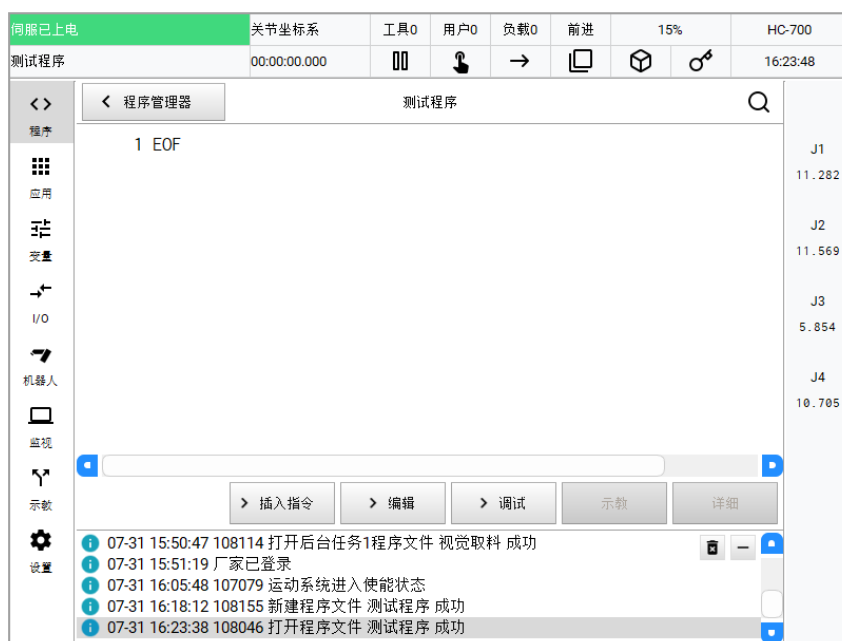

图7-4 编辑程序图-1
1. 点击子菜单区【打开】图标，打开“测试程序”程序后，进入程序编辑界面，如图7-4所示。